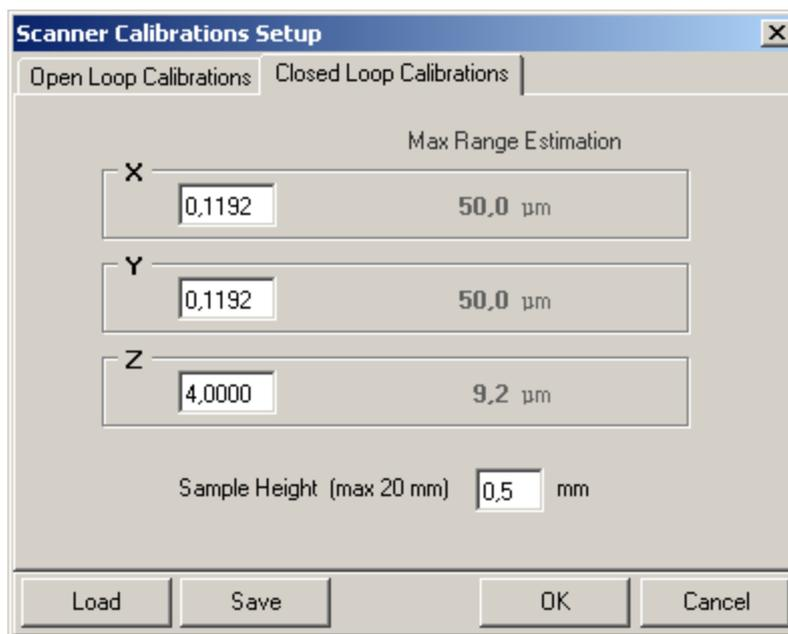

Рис. 2-21. Диалоговое окно **Scanner Calibrations Setup**
- a. В главном меню последовательно выберите **Settings** → **Calibrations** → **Change Calibrations**. На экране появится диалоговое окно **Scanner Calibrations Setup** (Рис. 2-21).